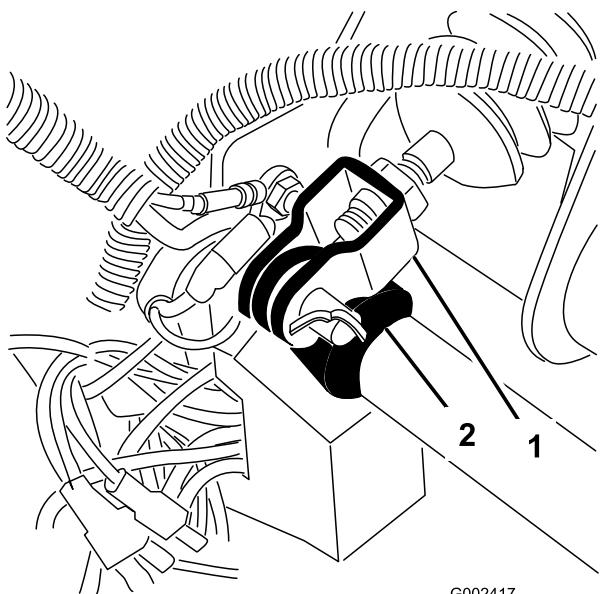

Bild 69
1. Nehmen Sie den Splint und Lastösenbolzen ab, mit dem das Hauptzylinderjoch am Bremspedalgelenk befestigt ist (Bild 69).